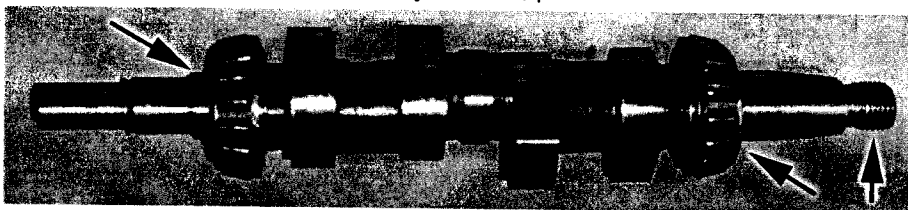

рис. 2.11
1. Проверьте плотность посадки внутренних колец подшипников. Ослабление посадки не допускается, рис. 2.11.